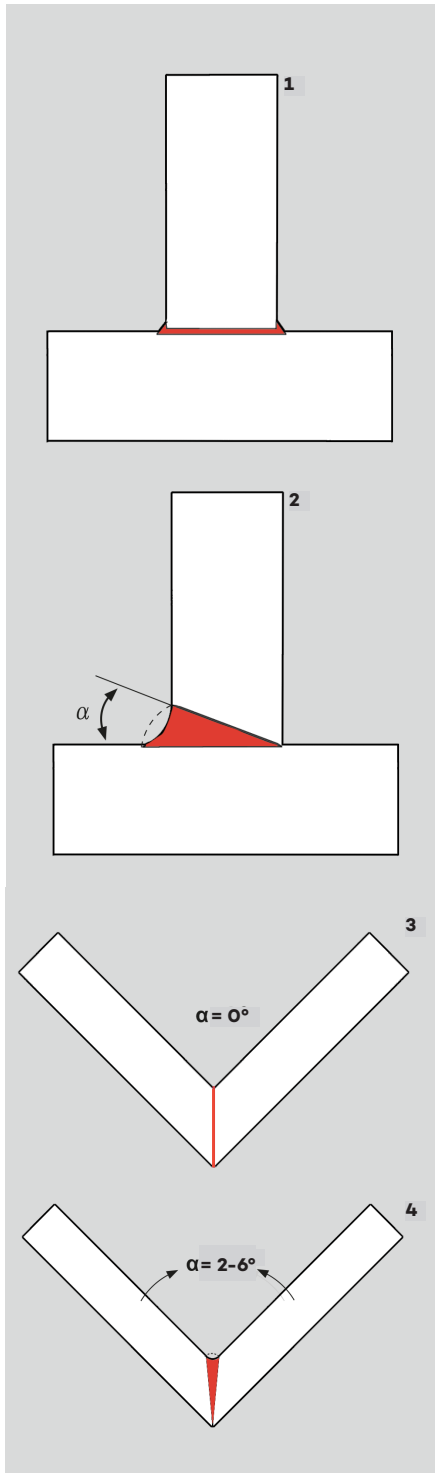

Abb. 8: Nahtquerschnitte bei Winkelverklebungen
Bei Winkelverklebungen mit Polymerisationsklebstoffen gibt es verschiedene Varianten. Neben der einfachen stumpfen Verklebung (Stumpfnah) (Abb. 8 (1)) haben sich Verklebungen mit V- oder Kehl­nähten bewährt. Diese können sowohl außen liegend Abb. 8 (2) oder auch innen liegend (Abb. 8 (3 & 4)) ausgeführt werden.
Grundsätzlich sollte die Öffnung der Naht je nach Viskosität des Klebstoffes mindestens 1 - 2 mm betragen (ACRIFIX® 2R 0190 (viskos) 2 mm Öffnung, ACRIFIX® 2R 2019 (niedrigviskos) 1 mm Öffnung). Der Klebespalt sollte in allen Fällen soweit überfüllt werden, dass der Klebstoff bei der Polymerisation und der anschließenden Temperung nicht in den Klebespalt hineinschrumpft. Um die Ausbildung des notwendigen Klebstoffwulstes zu ermöglichen, sollte die waagrecht liegende Platte etwas überstehen. Aufgrund des Aushärtungsschrumpfes des Klebstoffs entsteht dann die links in Abb. 8 (2) dargestellte Hohlkehle.